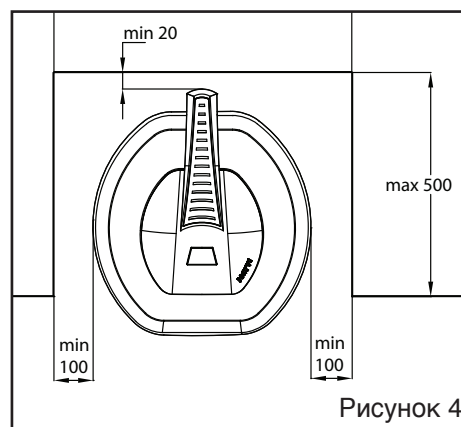

Рисунок 4
- Каменку можно установить в нишу стены, если ее высота не менее 1900 мм (рисунок 4).